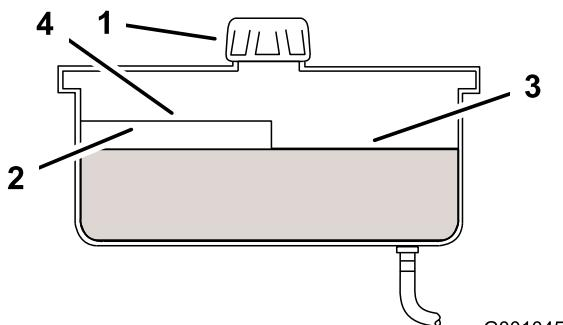

Figura 55
2. Limpie alrededor del cuello de llenado del depósito de aceite hidráulico (Figura 55).
3. Retire el tapón del cuello de llenado. Mire dentro para ver si hay aceite en el depósito (Figura 55).
- Nota:** El nivel de aceite debe llegar a la parte superior del nivel caliente del tabique cuando el aceite está caliente (Figura 55).